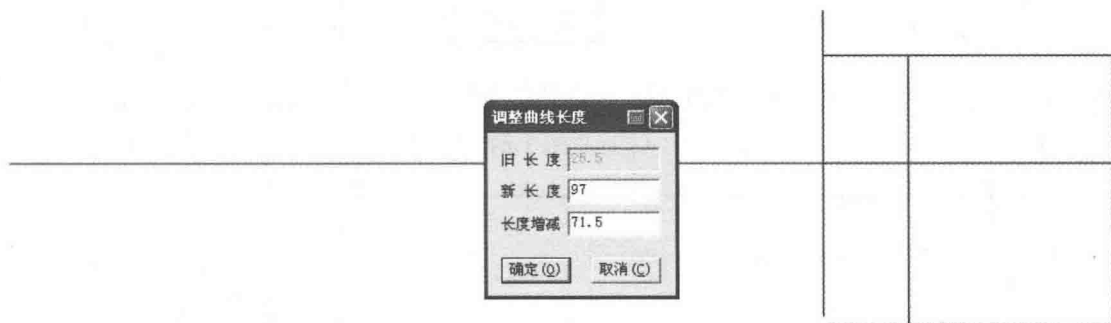

图 7-8 画烫迹线步骤 2
(7) 选择  【智能笔】工具按着【Shift】键,右键点击烫迹基础线上半部分;进入【调整曲线长度】功能。输入增长量 97cm (计算公式:裤长 $100 - \text{腰头宽 } 3$)(图 7-8)。